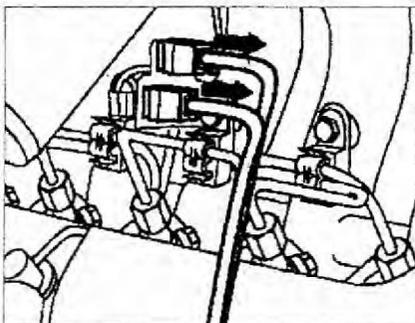

Рис. 2.73. Отсоедините разъемы проводки от регулятора управления моментом впрыска топлива и датчика перемещения иглы форсунки (стрелки).
- отсоедините разъемы проводки от регулятора управления моментом впрыска топлива и датчика перемещения иглы форсунки (стрелки) (рис. 2.73);